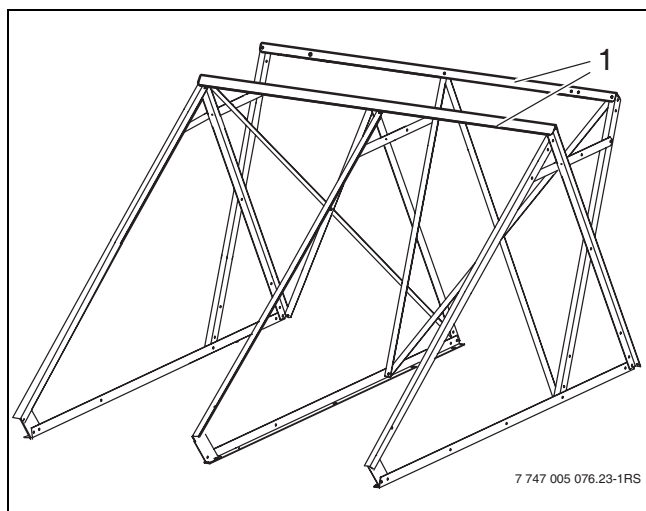

Fig. 22 Fixer l'équerre d'appui-ballon
- Visser l'équerre d'appui-ballon (fig. 22, [1]) d'abord seulement à droite et à gauche à la croix formée par les contrelattes et aux rails de support-ballon.